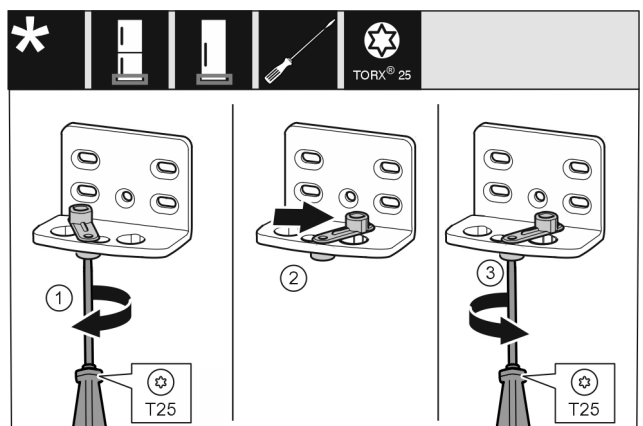

Fig. 11
- ▶ Открутите винт отверткой T25. Fig. 11 (1)
- ▶ Приподнимите фиксатор двери и поверните в отверстиях на 90° направо. Fig. 11 (2)
- ▶ Затяните винт отверткой T25. Fig. 11 (3)